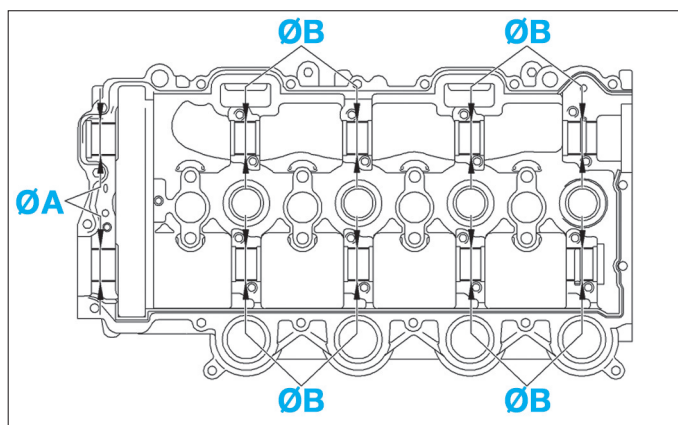

FIG. 1
Ø des paliers (A) et (B) : 24 ± 0,25 mm (Fig.1).